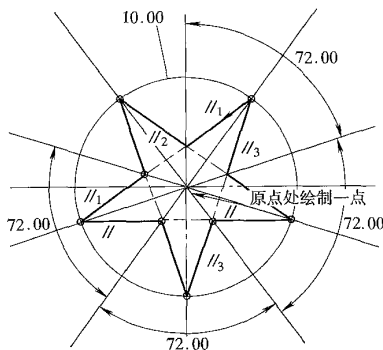

图 3
③在绘图区内点右键,在弹出菜单中点选“切换截面”,然后在原点处绘制一点,如图 3 所示。